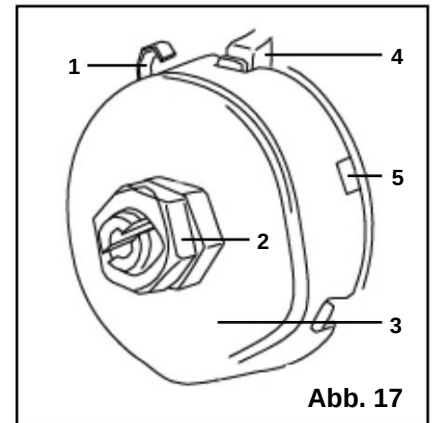

Abb. 17
SPINDEL-RÜCKHOLFEDER (ABB. 17)
2. Führen Sie einen Schraubendreher in die Öse (Abb. 17 - 1) ein, um die Feder an ihrem Platz zu halten.
3. Die beiden Gehäusemutter (Abb. 17 - 2) ca. 1/4" (6 mm) lösen.
4. Halten Sie das Federgehäuse fest (Abb. 17 - 3) und ziehen Sie es vorsichtig heraus, bis es den erhöhten Anschlag passiert (Abb. 17 - 4).
5. Drehen Sie das Gehäuse so, dass die nächste Kerbe (Abb. 17 - 5) in den erhöhten Anschlag (Abb. 17 - 4) einrastet.